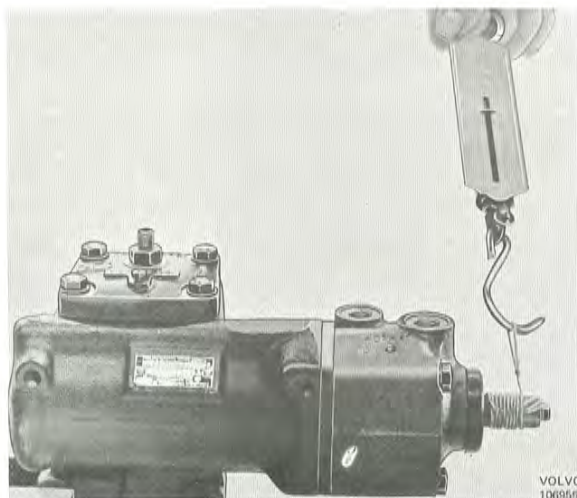

Bild 110. Kontroll av moment
13. Montera nålarna i lagret (14). Sätt O-ring (15) på locket. Montera locket genom att skruva upp justerskruven (11) tills locket ligger an. Montera tillfälligt muttern (17). Sätt dit brickor (20) och skruvar (19). Åtdragningsmoment 31 Nm (3,1 kpm). Montera skyddskåpan (51).
14. Montera tätningsringen (2) med hjälp av verktyg 4028. Sätt låsringen (1) på sin plats. Ta bort eltejpen.
15. Vrid styrspindeln till ena ändläget. Kontrollera erforderligt vridmoment ca 1/2 varv från ändläge (bild 110). Ställ in styrspindeln i mittläge. Skruva in justerskruven (11) så att en märkbar tryckpunkt erhålls. Mät vridmomentet och justera så att vågen ger 45–60 N (4,5–6 kp) större utslag än vid ändläget dock högst 185 N (18,5 kp).